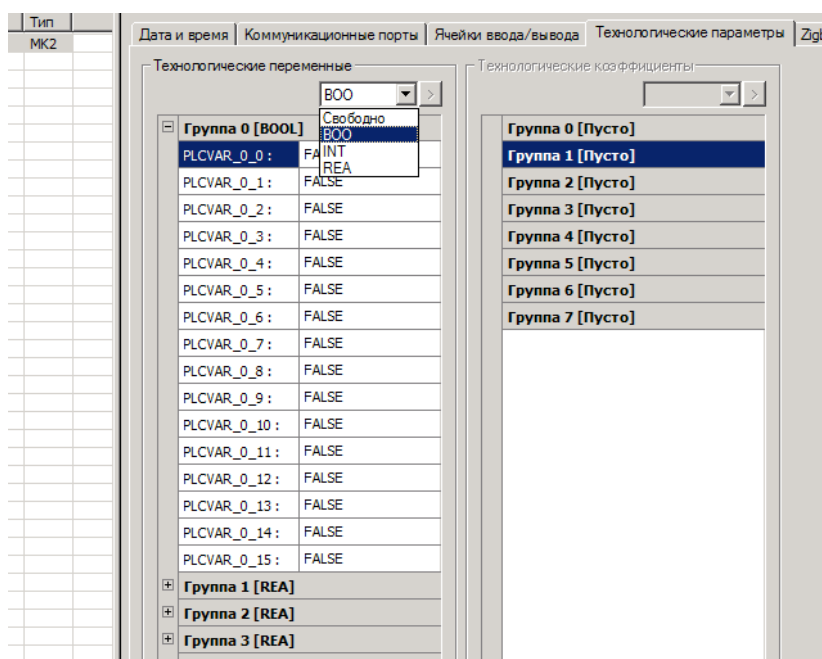

Рисунок 5.21
5.2.12.1 В закладке "Технологические параметры" конфигурируются группы технологических переменных, используемых для организации межконтроллерного обмена и/или для связи с верхним уровнем (рисунок 5.21).